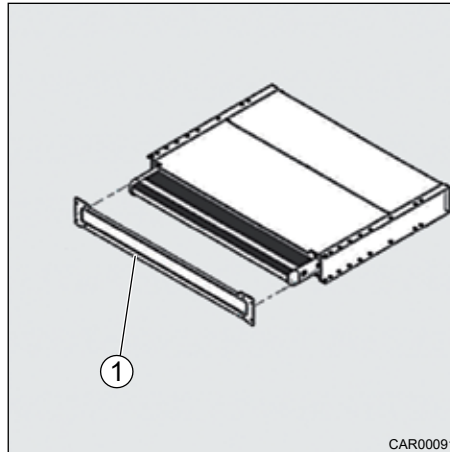

Fig. 190 Déverrouillage de secours
1. Dévisser la plaque frontale (Fig. 190, pos. 1).